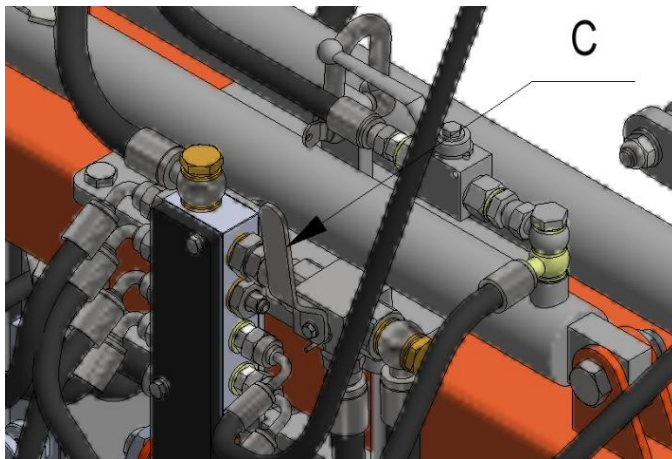

Figura 7.16 – Corte da alimentação hidráulica dos módulos de corte horizontais
- Corte a alimentação hidráulica dos módulos de corte horizontais na alavanca **C** indicada na imagem (Figura 7.16).